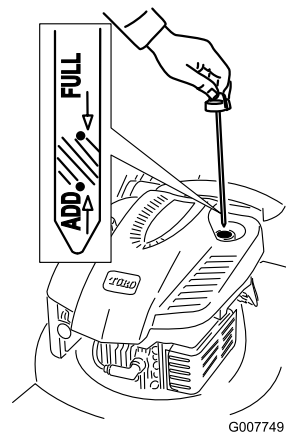

Figura 8
1. Retire la varilla (Figura 8).
2. **Lentamente**, vierta aceite en el tubo de llenado hasta que el nivel llegue a la marca **Full** (lleno) de la varilla (Figura 8). **No llene demasiado.** (Capacidad máxima: 0,59 l, tipo: SAE 30, aceite detergente con clasificación de servicio API SF, SG, SH, SJ, SL o superior.)
1. Retire la varilla, límpiela, y vuelva a colocarla (Figura 8).
2. Retire la varilla y compruebe el nivel de aceite (Figura 8). Si el nivel de aceite está por debajo de la marca **Add** de la varilla, vierta **lentamente** aceite en el tubo de llenado hasta que el nivel llegue a la marca **Full** de la varilla. **No llene demasiado.** (Capacidad máxima: 0,59 l, tipo: SAE 30, aceite detergente con clasificación de servicio API SF, SG, SH, SJ, SL o superior.)